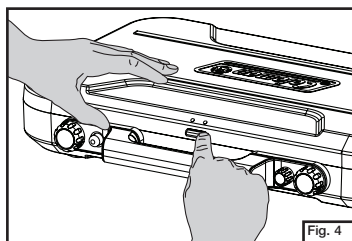

Fig. 4
- Ouvrez le couvercle: poussez la patte de dégagement du loquet, au-dessus de la poignée. (Fig. 4)